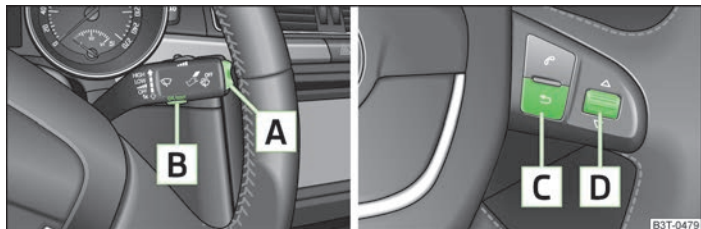

Fig. 7 Pantalla informativa: Elementos de mando en la palanca del limpiaparabrisas/elementos de mando en el volante multifunción
- El **Menú principal** se activará pulsando la tecla basculante **A** » fig. 7 durante algún tiempo.
- El **Menú principal** se activará pulsando la tecla **C** » fig. 7 durante algún tiempo.